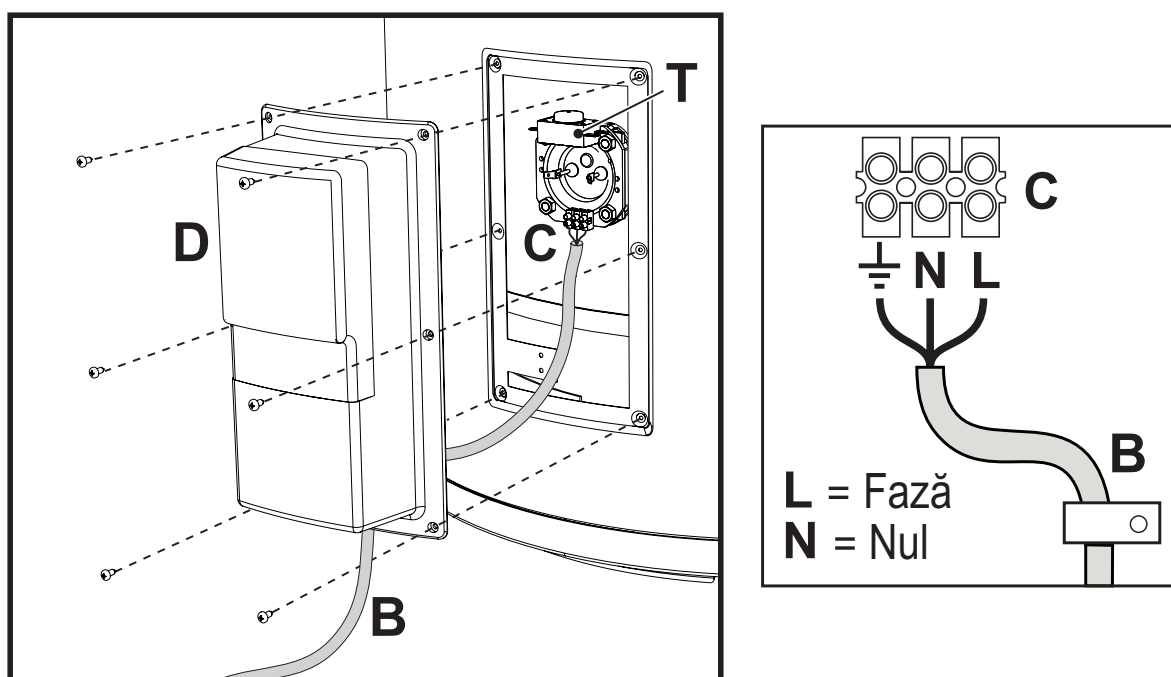

fig. 3
Pentru conexiunea electrică a rezistenței trebuie să procedați astfel (vezi fig. 3):
**Boilerul este dotat cu un termostat de siguranță (elem. T din fig. 3) care intervine în cazul în care temperatura depășește 93°C.**